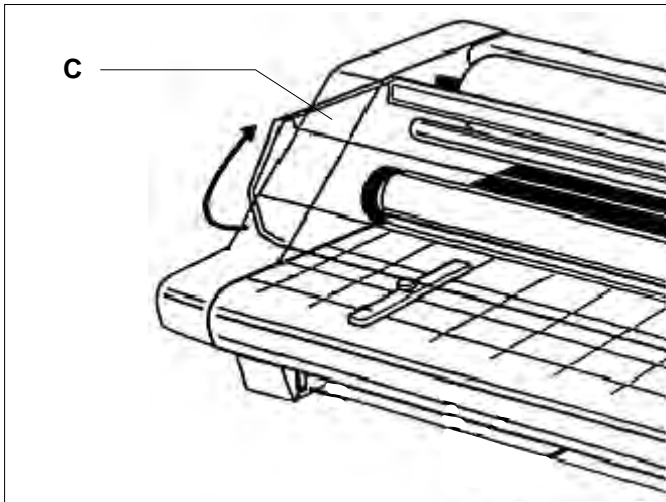

Fig. 4
C. SAFETY SHIELD: (Fig. 4) Prevents entanglement, entrapment and inadvertent contact with the heat rollers. **The laminator will operate only when the Safety Shield is located in the fully locked position. Power to the motor is removed when the shield is raised.**
C. SCHERMO PROTETTIVO: (fig. 4) Previene aggrovigliamenti, impigliamenti e contatti involontari con i rulli di riscaldamento. **La plastificatrice funzionerà solo se lo schermo protettivo si trova in posizione abbassata. L'alimentazione dei motori viene interrotta quando lo schermo viene sollevato.**
C. SCHUTZSCHILD: (Abb. 4) Schützt gegen verheddern, hängen bleiben und unabsichtliches Berühren der Heißwalzen. **Das Laminiergerät funktioniert nur, wenn der Schutzschild vollständig eingerastet ist. Bei Anheben des Schutzschields wird die Stromzufuhr zum Motor ausgeschaltet.**
C. BESCHERMKAP: (afb. 4) Voorkomt vastzitten, vastlopen en onopzettelijk contact met de warmerollers. **De laminator werkt alleen als de beschermkap volledig vergrendeld is (volledig naar beneden geklapt). Zodra de kap omhoog wordt gezet, wordt de netvoeding uitgeschakeld.**
C. CAPOT DE SÉCURITÉ : (Fig. 4) Empêche l'enchevêtrement, la saisie et le contact accidentel avec les rouleaux chauffants. **Le plastifieuse ne peut fonctionner que si le capot de protection est en position verrouillée. Le courant est coupé lorsque le capot est soulevé.**
C. ESCUDO DE SEGURIDAD: (Fig. 4) Evita las obstrucciones, los atascos y el contacto inesperado con los rodillos térmicos. **El laminador operará únicamente cuando el Escudo de Seguridad esté completamente enganchado. La corriente en el motor se desconecta al alzar el escudo.**